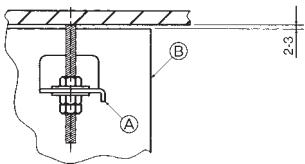

Fig. 3-6
3.3. Montering af den indendørs enhed (Fig. 3-6)